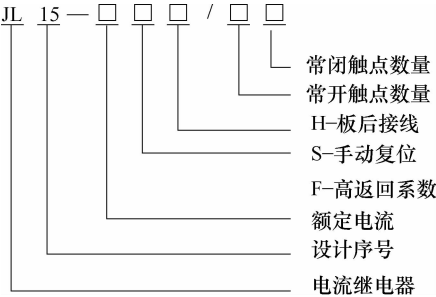

图 1-27 JL15 系列型号
2) 电磁式交直流继电器。常用的典型产品有 JL3、JL4 及 JL15 等系列，JL15 系列的型号如图 1-27 所示。